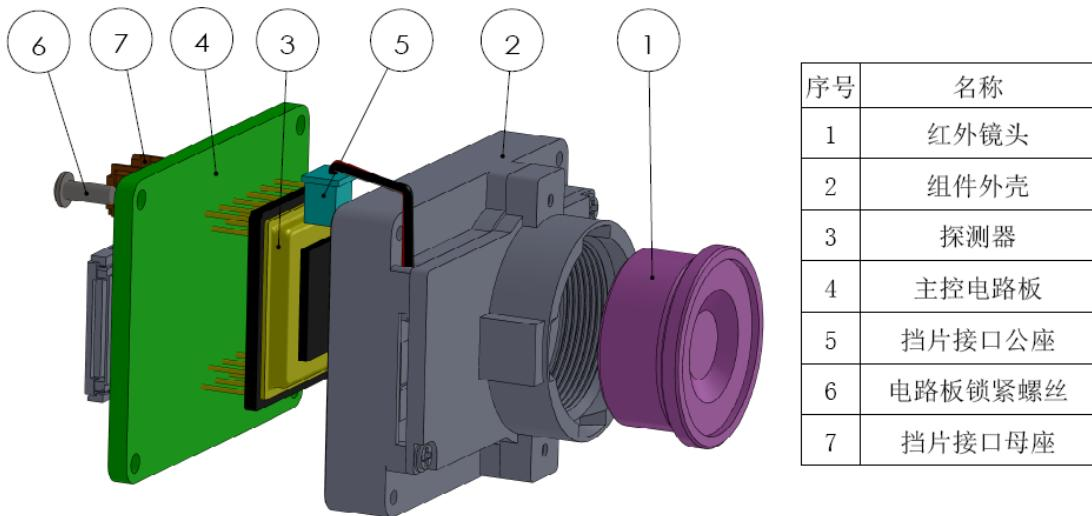
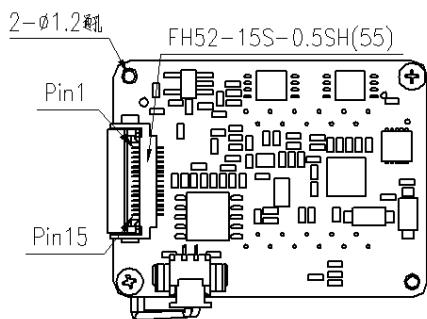

图 3：模组结构装配示意图
图 4: (a) 主控板接口位置
模组主控电路板（图 3 中的部件④）的接口位置如图 4 所示。